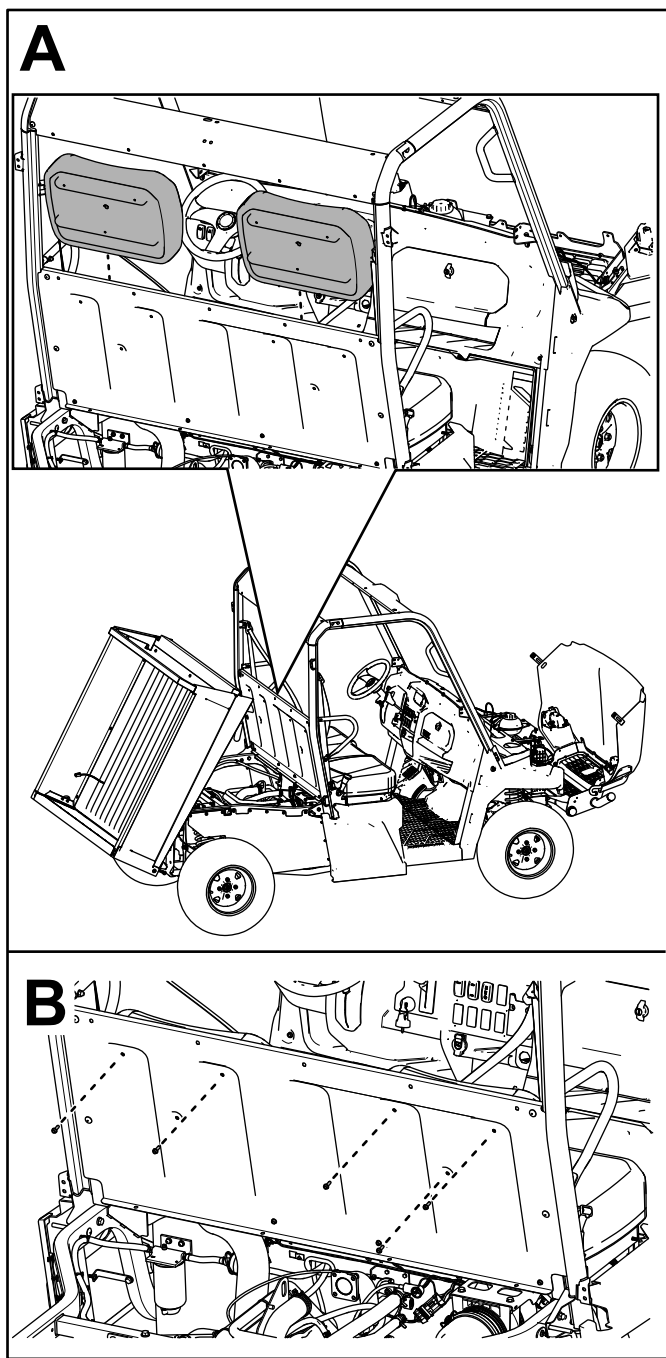

Figure 27
- E. Fixez les 2 dossiers de siège au panneau de siège à l'aide de 5 boulons à tête hexagonale à embase ( $\frac{1}{4} \times \frac{3}{4}$  po), comme montré à la Figure 27.